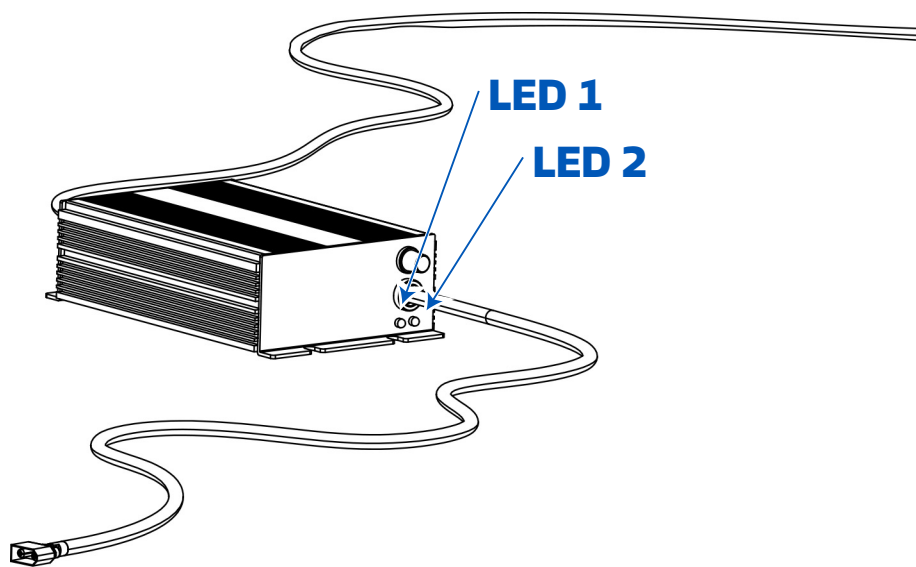

Fig. 9
- 1- Debe enchufar el cable del cargador a la red doméstica (Fig. 8a). En este punto, el LED 1 del cargador estará en color rojo y el LED 2 en color verde (Fig. 9).